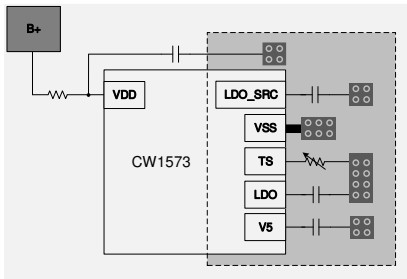

图 1
- 1, 芯片VSS和外部滤波电容的接地进行铺地设计，铺地网络需要面积大，形状规整（参考图1）；